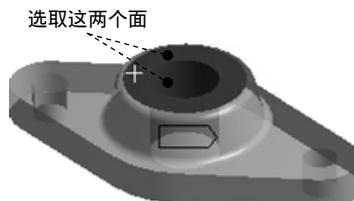

图 7.6.42 定义目标面
(2) 定义目标面。单击以激活 Target 后的文本框，选取图 7.6.42 所示的模型表面为目标面(两个面)，单击 Apply 按钮。